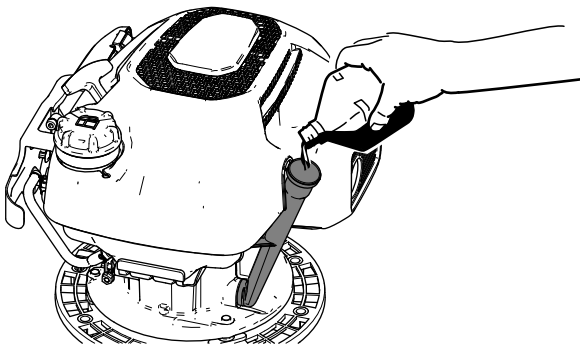

Figuur 14
2. Verwijder de peilstok uit de vulbuis en veeg deze af met een schone doek (Figuur 14).